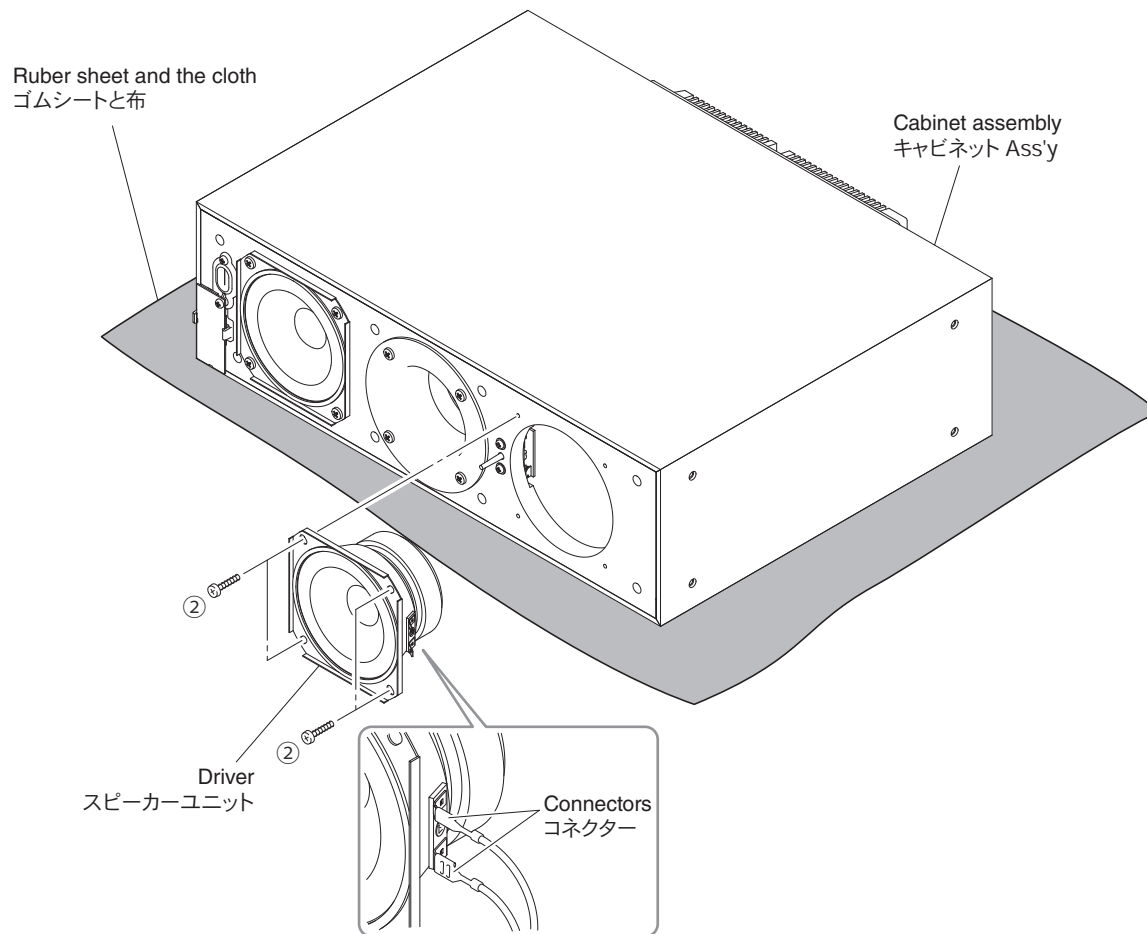

Fig. 2
- Remove 4 screws (②), and pull out the driver. (Fig. 2)
- Disconnect the connector connected to the terminal of the driver. (Fig. 2)
- Remove the driver. (Fig. 2)
- ② のネジ 4 本を外し、スピーカーユニットを引き出します。(Fig. 2)
- スピーカーユニットの端子に接続されているコネクタを外します。(Fig. 2)
- スピーカーユニットを外します。(Fig. 2)